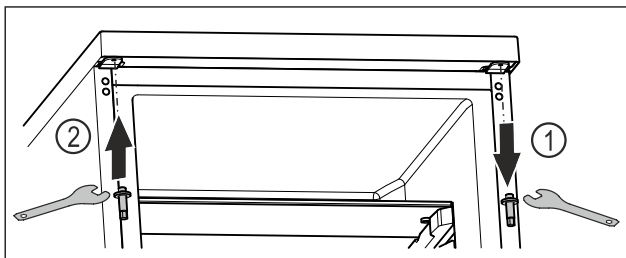

Fig. 19
- ▶ Lironi bulonat e sipërm me çelësin e jashtëm kriket. Fig. 19 (1)
- ▶ Shtrëngoni fort bulonat e anës së kundërt me çelësin e jashtëm kriket. Fig. 19 (2)